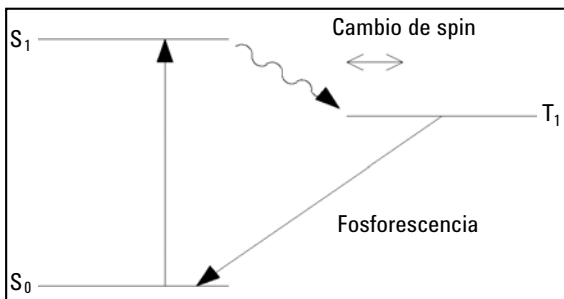

Figura 4 Transiciones de energía de fosforescencia
La fosforescencia es un proceso más largo porque uno de los electrones involucrados en la excitación cambia su spin durante una colisión con una molécula de disolvente, por ejemplo. La molécula excitada pasará al estado denominado triplete (T); consulte Figura 4 en la página 14.